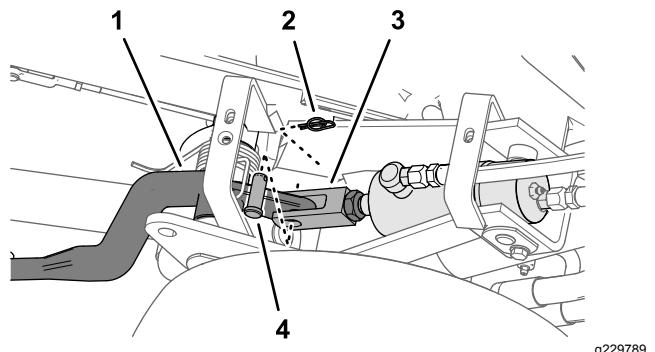
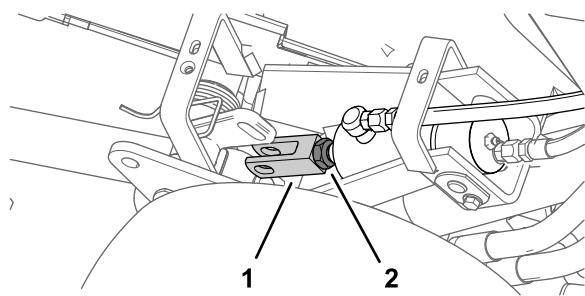

Рисунок 49
Рисунок 50
4. Снимите стопорный штифт и шплинтуемый штифт (Рисунок 49).
5. Вращайте вилку так, чтобы получить нужную высоту (Рисунок 50).
6. Установите соединительную вилку на подъемный рычаг с помощью шплинтуемого штифта и стопорного штифта, затяните зажимную гайку (Рисунок 49 и Рисунок 50).
3. Ослабьте контргайку крепления соединительной вилки цилиндра режущего блока, который необходимо отрегулировать (Рисунок 49).